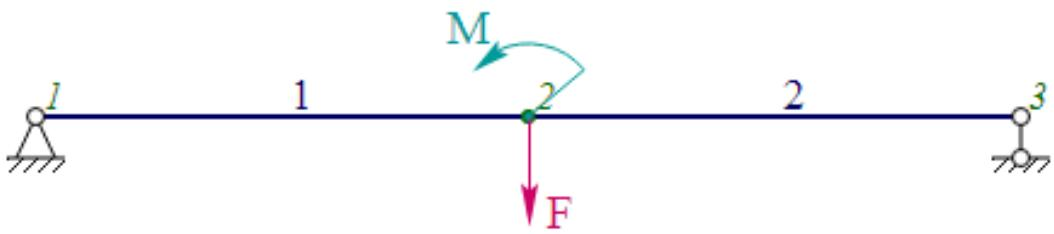

Рисунок 2 – Схема балки к заданию 2
2. Определите реакций связей и постройте эпюры поперечных сил и изгибающих моментов (рисунок 2). Заданы значения активных сил и моментов: $F = 5$ кН, $M = 15$ кН·м. Длины участков балки равны: $l_{12} = 3$ м, $l_{23} = 4$, м.